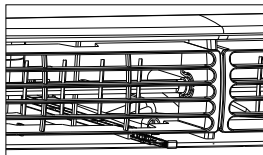

Figure 3 (ÉVÉN OUVERT)
- Échanger l'air de la pièce – événement ouvert (voir Fig. 3)